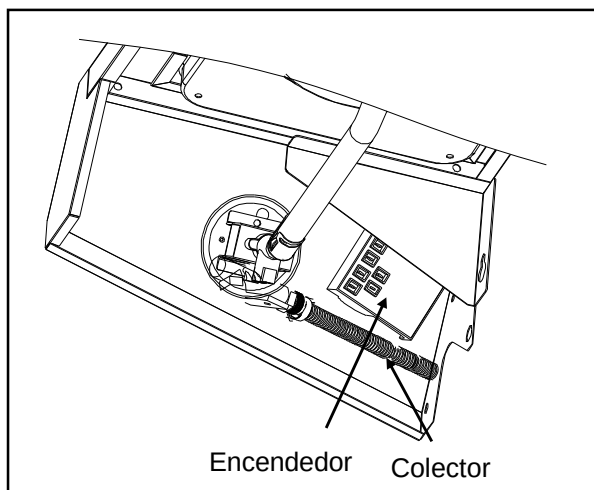

Fig.20
- (e) Empuje la perilla de control (U) en el soporte del control de la válvula. Observe la Fig.20.